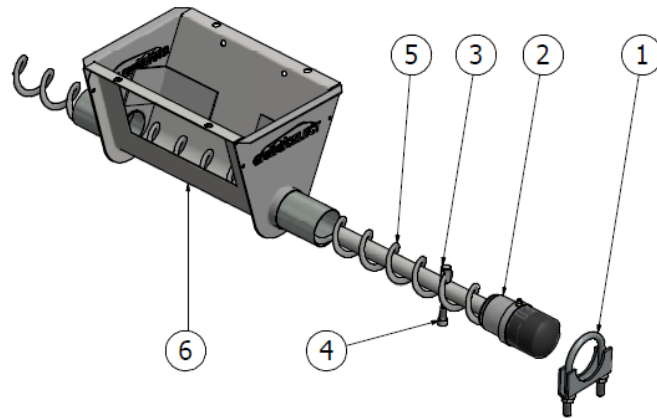

Figura 18. Instalacion de Ancla/Flecha y Cojinete Model 44
9. Con los alicates de bloqueo todavía conectados, inserte la barrena sobre el ancla/flecha y a través de la abrazadera del gusano barrena hasta que la barrena toque el cojinete de anclaje. La figura 18 muestra el montaje correcto de los componentes del descargador Modelo 44. Apretar el tornillo de fijación de la abrazadera del gusano de 10-12 pies-libras. Si aprieta demasiado el tornillo de fijación puede causar daño a la abrazadera.